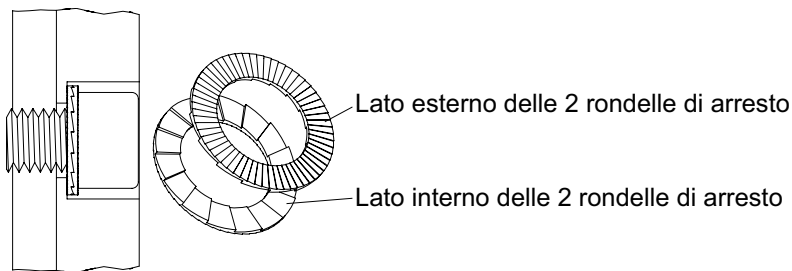

Fig. 5 Posizione di montaggio delle rondelle di arresto Nord-Lock®
ATTENZIONE! *Attenersi alla posizione di montaggio ed alla corretta coppia di serraggio delle rondelle di arresto Nord-Lock® come indicato in Fig. 5 e nella tabella delle coppie di serraggio!*
- Spingere le rondelle di arresto (7/106) fino alla corretta posizione di montaggio (*vedere fig. 5*).
- Innestare dapprima le rondelle di arresto Nord-Lock® (8/2) fino alla corretta posizione di montaggio (vedere fig. 5), quindi l'anello torico (8/3), sulla vite a testa cilindrica (8/1).